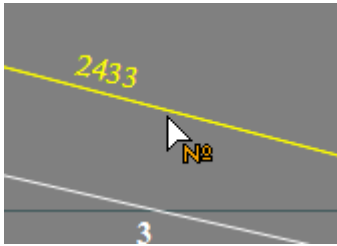

Рис.62. Идентификация по нормативной нити при помощи «мыши»
3. Выбрать нормативную нить (дождаться пока она изменит свой цвет) (см. рис. 62).